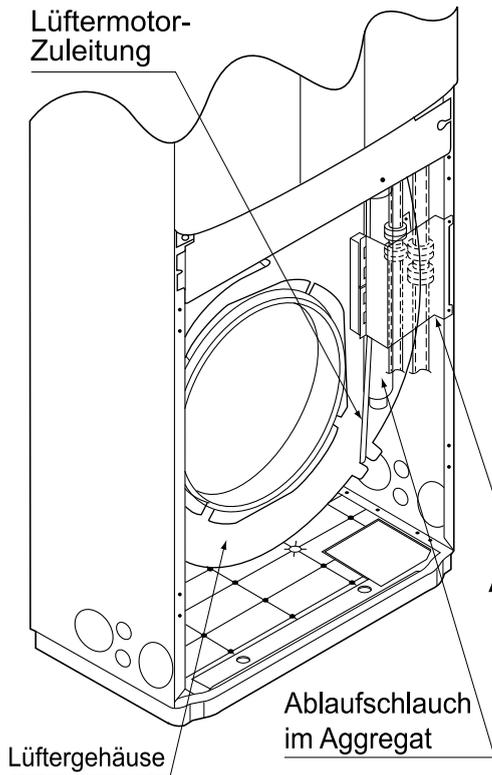

Abb. 12
- Lösen Sie den Rohrbügel. (Siehe Abb. 12)
- Sichern Sie nach Abschluss der Arbeiten an den Kältemittelleitungen und der Verdrahtung die Kältemittelleitung, den Ablaufschlauch der Inneneinheit, die Kabel zur Verbindung der Innen- und Außeneinheiten sowie den Erdungsdraht hinter der Halteplatte für die Leitungen **(Siehe Abb. 12)**. Während dieser Arbeit kann die in das Innenaggregat führende Kältemittelleitung in Kontakt mit dem Ansaugluftgitter geraten. Stellen Sie daher sicher, dass die Kältemittelleitung nicht über die Halteplatte für die Leitungen hinausragt.